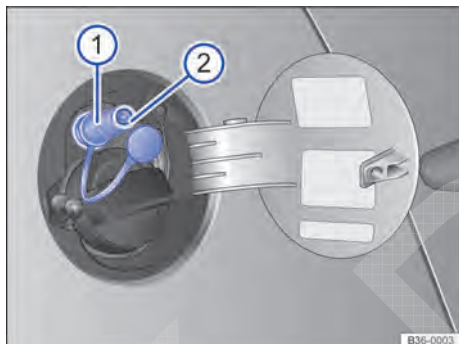

Fig. 218 Com a portinhola do tanque de combustível aberta: bocal de abastecimento de gás ①, anel de vedação do bocal de abastecimento de gás ②.
- Retirar a tampa do bocal de abastecimento de gás ⇒ Fig. 218 ①.